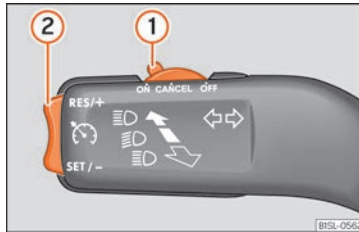

Abb. 139 Am Blinkerhebel: Bedienelemente zur Bedienung der GRA.
- Schieben Sie den Schalter »» **Abb. 139 ①** bis **ON**.
- Drücken Sie die Taste »» **Abb. 139 ②** im Bereich **SET/-**.
- Schieben Sie den Schalter »» **Abb. 139 ①** bis **CANCEL** oder treten Sie auf die Bremse.
- Drücken Sie die Taste »» **Abb. 139 ②** im Bereich **RES/+**.
Während der GRA-Regulierung kann die gespeicherte Geschwindigkeit mit der Taste »» **Abb. 139 ②** eingestellt werden:
- Um in Schritten von 1 km/h [1 mph] zu erhöhen, drücken Sie kurz die Taste »» **Abb. 139 ②** im Bereich **RES/+**.
- Um die Geschwindigkeit kontinuierlich zu erhöhen, halten Sie die Taste »» **Abb. 139 ②** im Bereich **RES/+** gedrückt.
- Um in Schritten von 1 km/h [1 mph] zu reduzieren, drücken Sie kurz die Taste »» **Abb. 139 ②** im Bereich **SET/-**.
- Um die Geschwindigkeit kontinuierlich zu verringern, halten Sie die Taste »» **Abb. 139 ②** im Bereich **SET/-** gedrückt.
- Schieben Sie die Taste »» **Abb. 139** ① auf **OFF**.